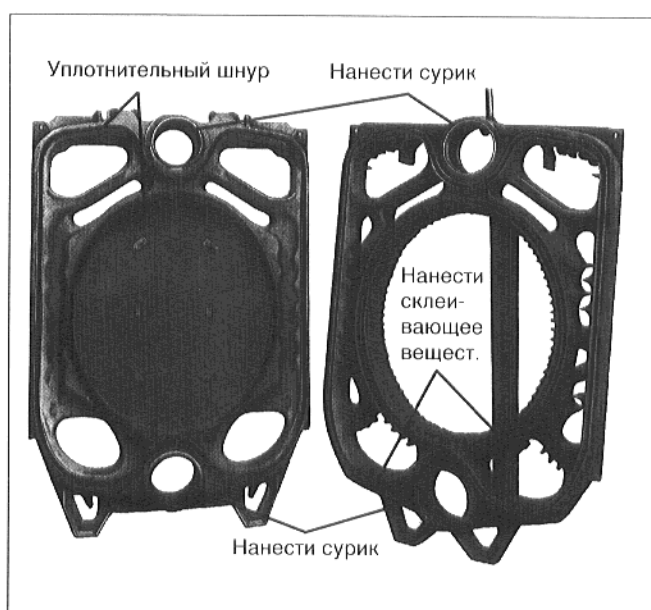

Рис. 14
- Вложить, слегка вдавливая, эластичный уплотнительный шнур в уплотнительный паз передней стороны заднего элемента, начиная с верхней части ступицы (рис. 14).
- Покрывать уплотнительные поверхности ступиц суриком (рис. 14).
- Покрывать уплотнительные пружины склеивающим веществом (Primer) (рис. 14).